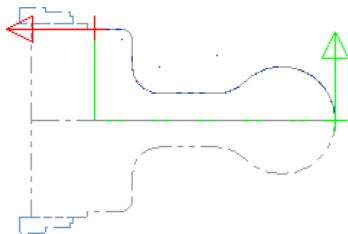

图 8.9 选取加工轮廓
Step2. 定义加工轮廓。在该对话框中选中 ☒ **接续** 复选框，然后在图形区中依次选取图 8.9 所示的轮廓线（中心线以上的部分）。单击 ☒ 按钮，系统弹出“车床-精车 属性”对话框。